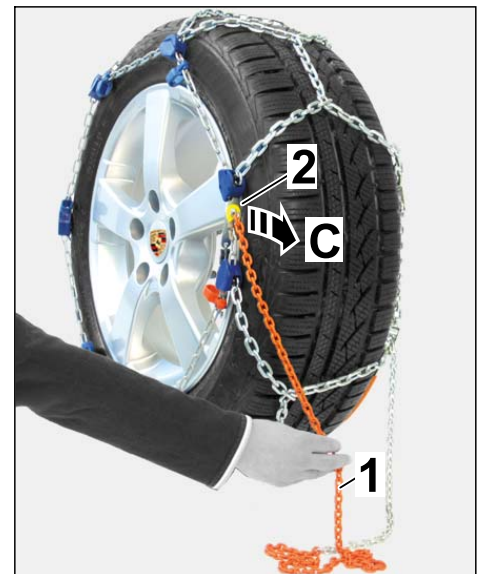

Bild 17
3.3.4 Kettenglied an der Verschlussplatte aushängen und Spannkette durch Verschlussplatte ziehen (⇒ *Bild 17-C-*).